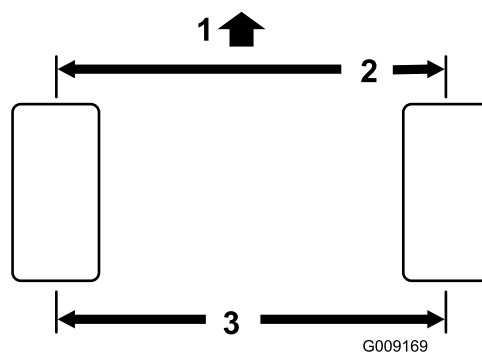

Рисунок 60
2. Измерьте межцентровое расстояние (на высоте оси) на передней и задней стороне рулевых колес (Рисунок 60). Результат измерения на передней стороне шин должен отличаться от результата измерения на задней стороне на  $0 \pm 3$  мм. Поверните шины на 90 градусов и повторите измерения.